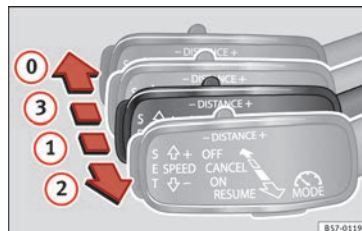

Fig. 182 A sinistra del piantone dello sterzo: terza leva per utilizzare il sistema di regolazione automatica della velocità.
È possibile attivare nuovamente l'ACC tirando la leva fino alla posizione ② » fig. 182.